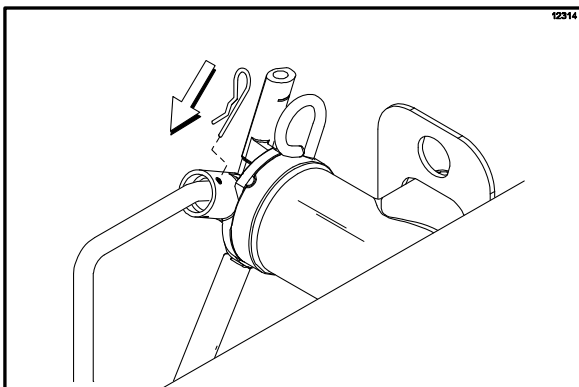

Figura 74
**Instale a extremidade do tubo de alimentação de mix na bomba e prenda com a trava.** A não obediência a esta instrução poderá fazer com que a solução sanitizante atinja o operador. (Veja a Figura 74.)